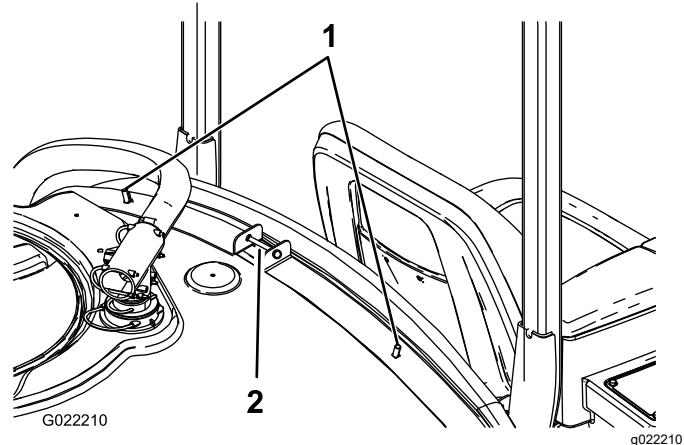

图 1
2. 将 2 个托架螺栓安装到药缸前箍带的上部内侧孔中图 1。